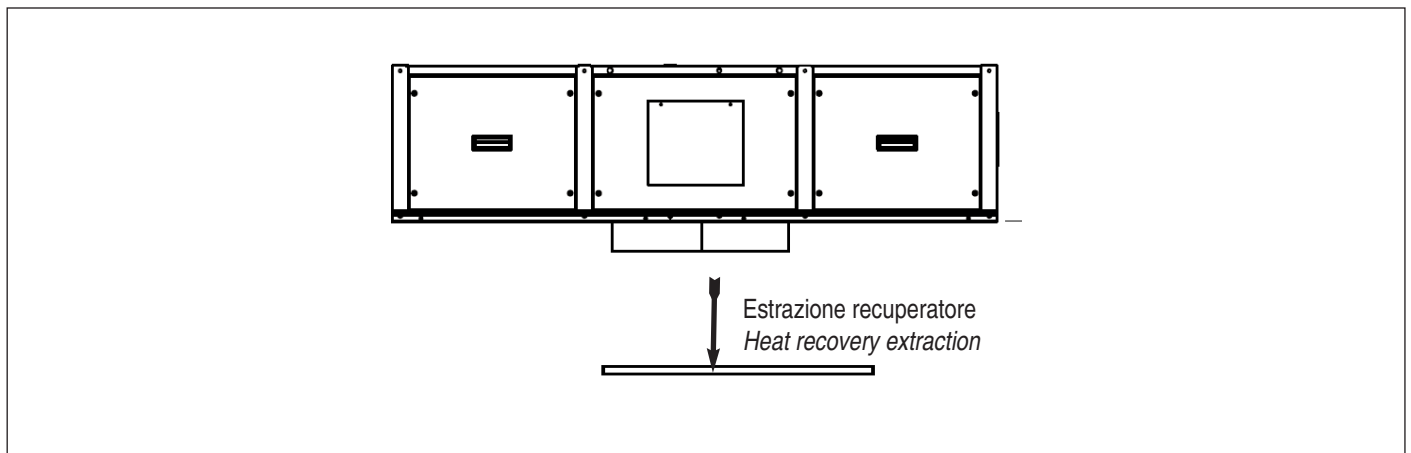

fig. 20
- Verificare lo stato di conservazione e pulizia del pacco di scambio recuperatore, estraendolo dal basso dopo aver rimosso il pannello di chiusura (fig. 20). Se necessario, rimuovere con l'aspirapolvere o con aria compressa la polvere che può essere presente all'interno degli scambiatori di calore e verificare che non vi siano oggetti estranei.
- Check the heat recovery extracting it after disassembling the bottom panel (see fig. 20). Remove with the vacuum cleaner or compressed air the dust that can be present inside the heat exchanger and verify that there are no foreign object.